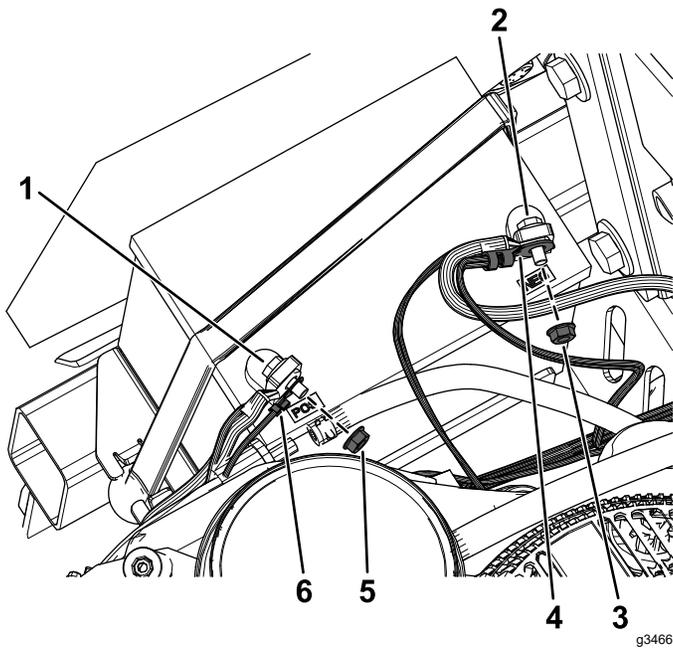

Figura 19
5. Rimuovete il dado dal morsetto positivo della batteria e montate il capocorda positivo del cablaggio preassemblato del kit sul bullone (Figura 19).
6. Fissate il capocorda positivo con il dado rimosso in precedenza (Figura 19).
8. Rimuovete il dado dal morsetto negativo della batteria e montate il capocorda negativo del cablaggio preassemblato del kit sul bullone (Figura 19).
9. Fissate il capocorda negativo con il dado rimosso in precedenza (Figura 19).